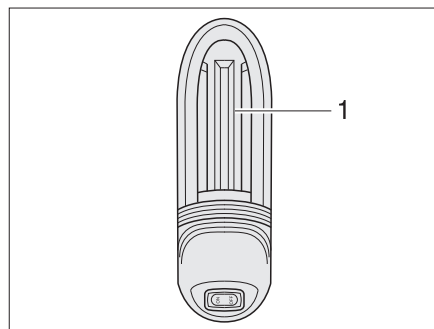

Fig. 281 Lampada del garage
- Spingere leggermente verso l'alto la copertura della lampada (Fig. 281,1) ed estrarla.